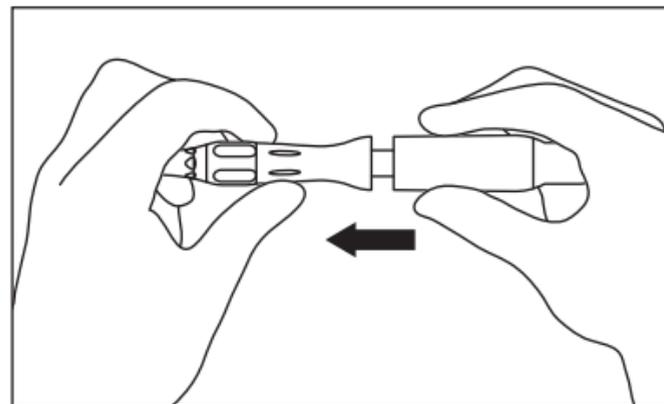

Fig. 10
6) Retirez la pièce à main du moteur. (Fig. 10)